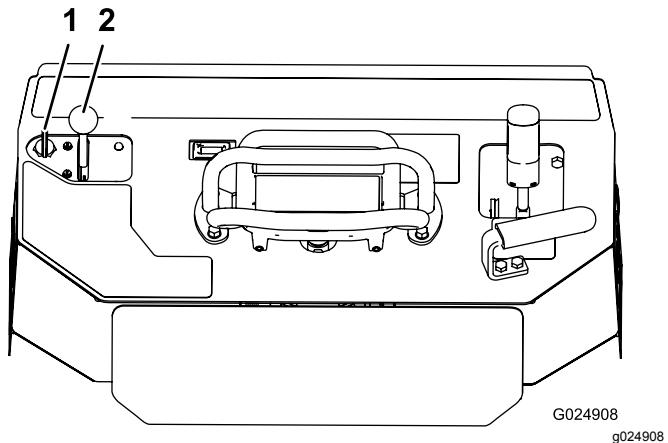

図 18
1. スロットルレバーを低速と高速の中間位置にセットする図18。
2. キーを ON 位置に回す (図 18)。エンジンが始動したら、キーから手を離してください。
3. スロットルレバーを希望位置にセットする 図 18。
2. スロットルレバーを低速位置に動かす 図 18。